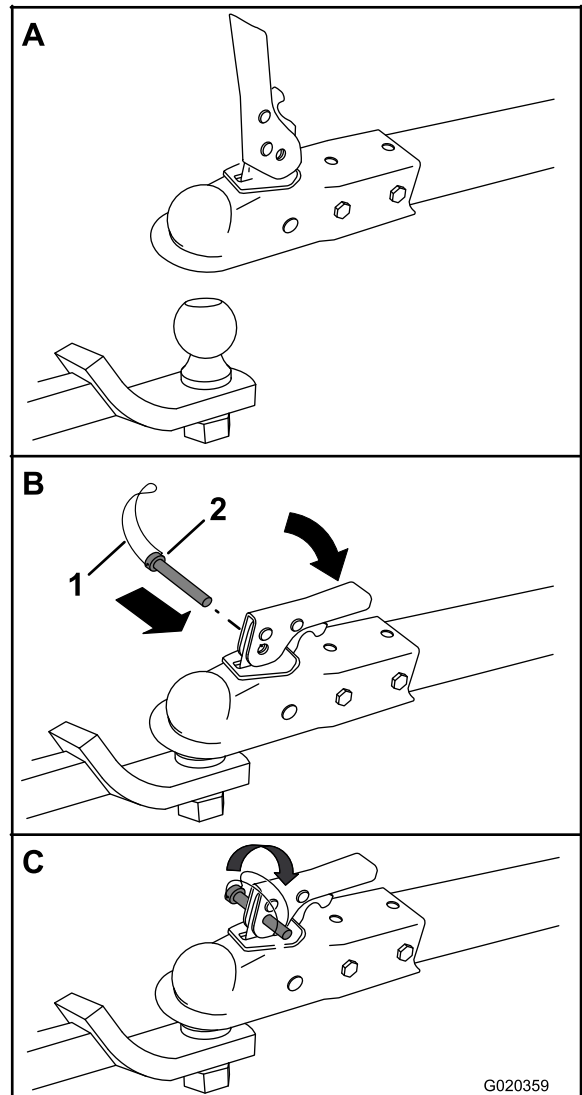

Figura 22
- Abra la palanca del acoplamiento (Figura 22).
4. Posicione el acoplamiento sobre la bola de enganche (Figura 22).
5. Cierre la palanca del acoplamiento (Figura 22).
6. Abra el seguro del pasador de seguridad e introduzca el pasador a través del taladro del acoplamiento (Figura 22).
7. Gire el extremo libre del seguro sobre el extremo del pasador de seguridad que sobresale del acoplamiento (Figura 22).